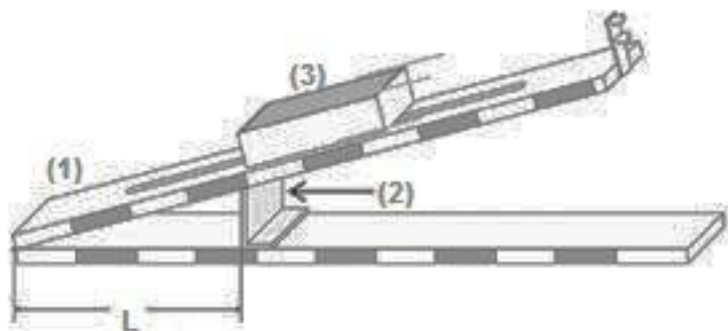

Рис.4
Положите брусок (3) широкой деревянной (узкой деревянной, резиновой) стороной на край наклонной плоскости (1) рис.4. Медленно и равномерно поднимайте рукой край наклонной плоскости до тех пор, пока брусок не начнет соскальзывать вниз. Зафиксируйте положение доски металлическим упором (2) в момент начала скольжения бруска.
1. Измерьте линейкой или рулеткой значение L для данного положения наклонной плоскости рис.4. Высота металлического упора $h=5$ см.